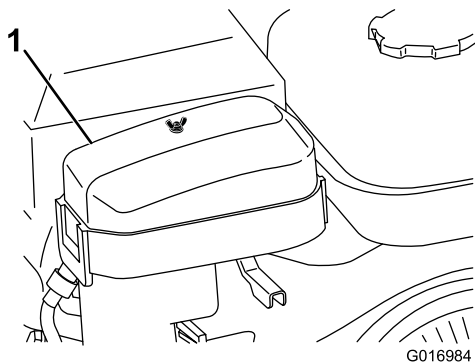

Figura 24
2. Togliete il dado ad alette che fissa il filtro dell'aria e rimuovete il coperchio (Figura 24).